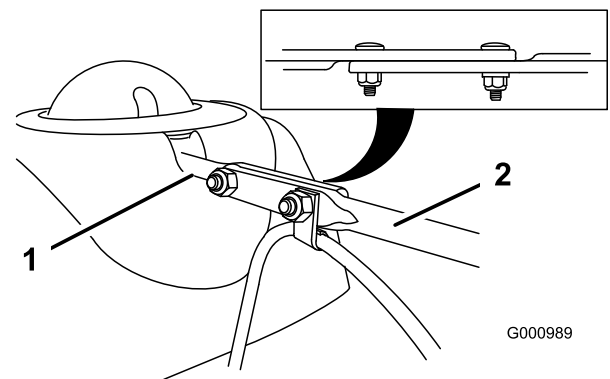

Figura9
3. Aliniați capătul posterior plat al tije lungi de control cu capătul frontal plat al tije scurte care se extinde din panoul de comandă astfel încât acestea să fie poziționate împreună (Figura9).